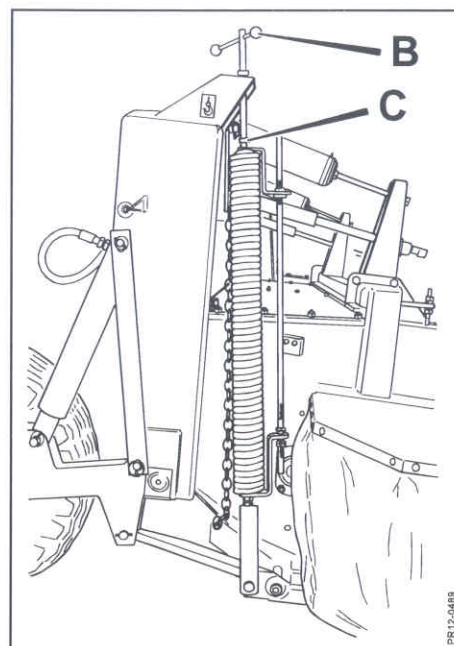
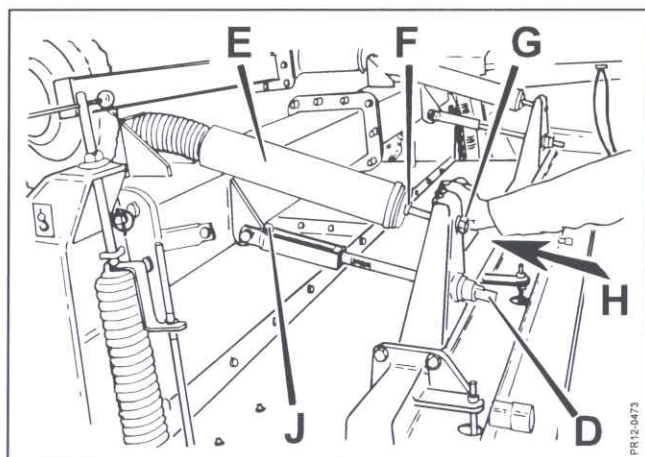

Fig. 4-16
Fig. 4-19
- Fig. 4-19** Finindstilling af stubhøjden kan foretages ved justering af skivebjælkens hældning på spindlen ved **D**. En fjedersplit **J** fastholder indstillingen. Indstilling foretages i begge sider!
- Fig. 4-16** 3) **Højdeaflastningsfjedrene** justeres op i håndtaget **B**, indtil skivebjælken **trykker passende mod jorden**.
- Fig. 4-19** 4) **Top Safe** fjedrene **E** justeres nu, indtil man kan bevæge skærebordet i retning **H**, med et **passende tryk**.
- A) Ved at løsne de vandrette top safe fjedre lidt (Fig. 4-19 side 40), og stramme de lodrette højdeaflastningsfjedre lidt (Fig. 4-16).